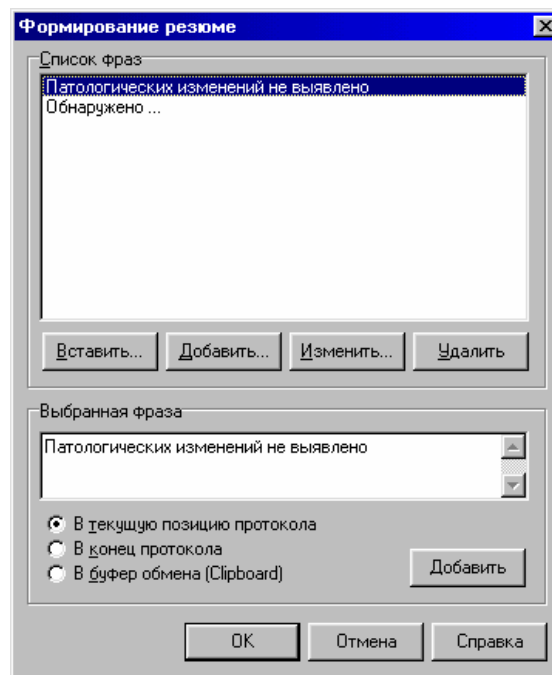

Рис. 3.58
30. В протоколе обследования можно сформировать резюме из стандартных фраз, а также откорректировать список этих фраз по команде **Протокол|Резюме** (Рис. 3.58).